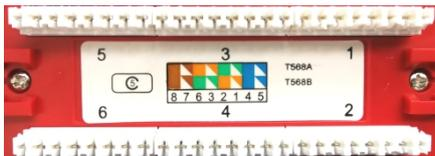

图 3-52 西元网络配线架模块色谱
(2) 网络配线架用于插接跳线,插拔次数 500 次以上,丝印有插口编号,一般从左向右为 1~24。
(3) 网络配线架可按照 T568A 和 T568B 线序进行端接,西元网络配线架模块色谱如图 3-52 所示。